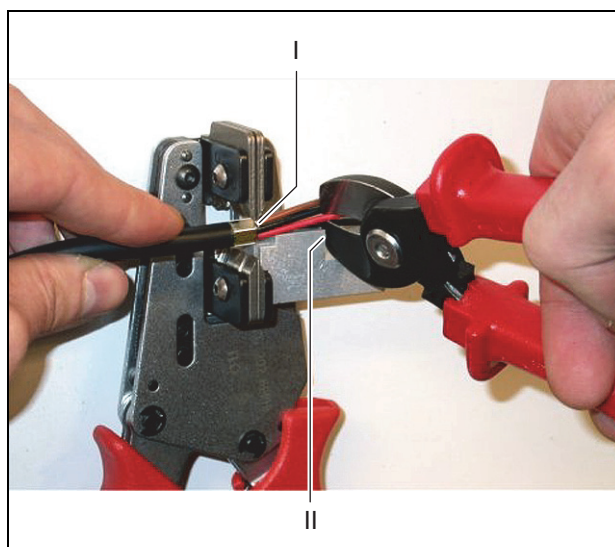

figura 30.10: Corte de um fio de cobre
- 8 Corte os fios de cobre com o comprimento adequado com o corta-cabos (ferramenta 2) e a descarnadora (ferramenta 5). Para o efeito, posicione o anel de engaste na posição I e corte os fios de cobre na posição II (consulte a figura 30.10).